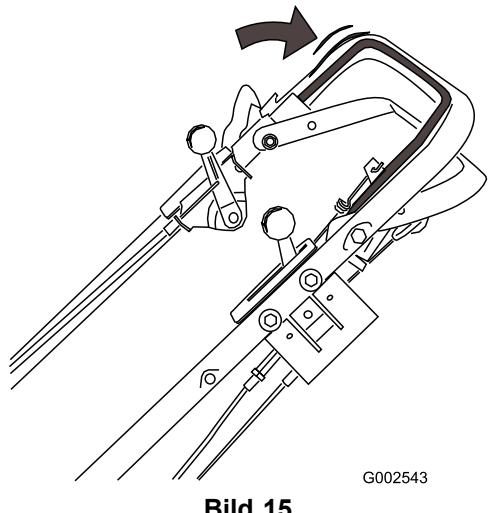

Bild 15
2. Drücken Sie den Schaltbügel gegen den Griff und halten sie ihn gegen den Griff gedrückt (Bild 15).